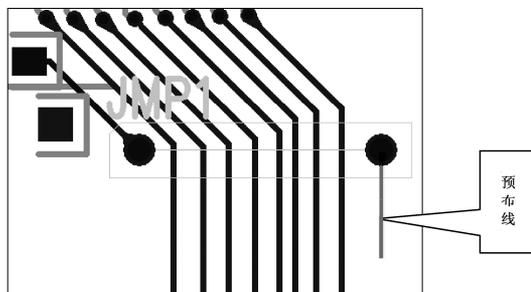

图 11-29 跳线预布线效果
- (3) 在需要的位置处单击鼠标左键, 结束跳线的添加, 开始预布线, 如图 11-29 所示。